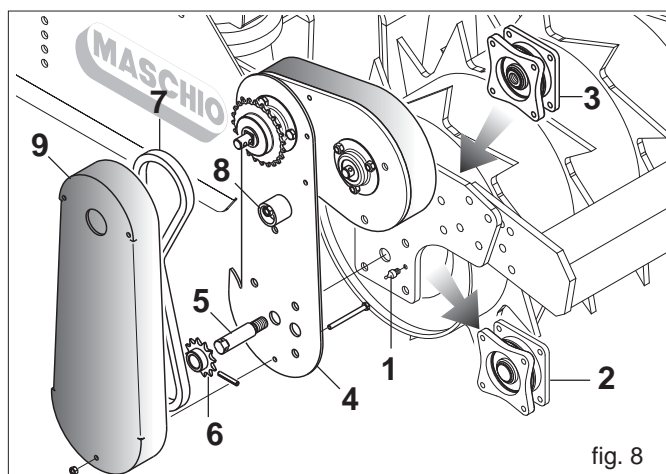

fig. 8
- 1) Den Schmiernippel, (1 Abb. 8) und das geflanschte Lager (2) von der linken Rollenseite abbauen, nachdem die vier Befestigungsschrauben gelockert wurden.
- 3) Die Einzelteile (3) und (4) (Abb. 8) an der Rollenseite anbringen. Dazu die vier Befestigungsschrauben verwenden.
- 4) Die Achse (5) am geflanschten Lager (3) festschrauben.
- 6) Die Antriebskette (7) montieren und mit dem speziellen Kettenspanner (8) spannen.
- 7) Die Antriebsgruppe mit dem entsprechenden Schutzgehäuse (9) absichern.